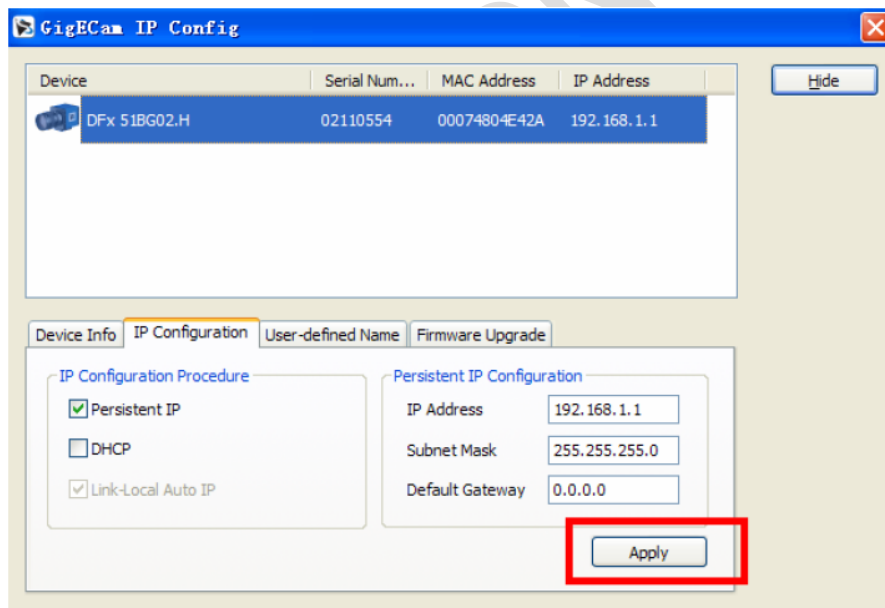

图 9 勾选并应用
7、将 2 处的打勾取消，将 1 处的打勾选上如图 9，并点击“Apply”。